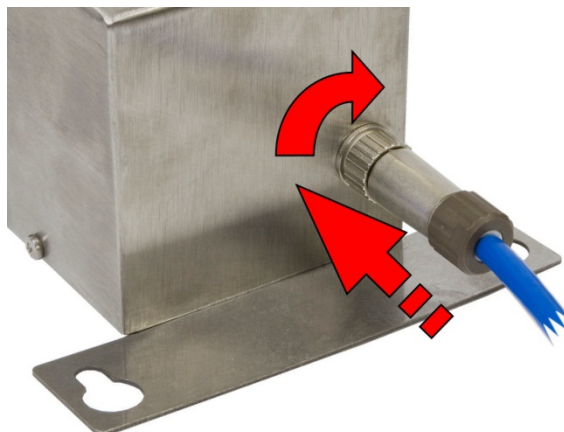

Figure 3-6 : Connexion au bloc de batteries
- La Figure 3-6 montre la connexion du bloc-batterie 64050625. Le modèle 30538111 est similaire.